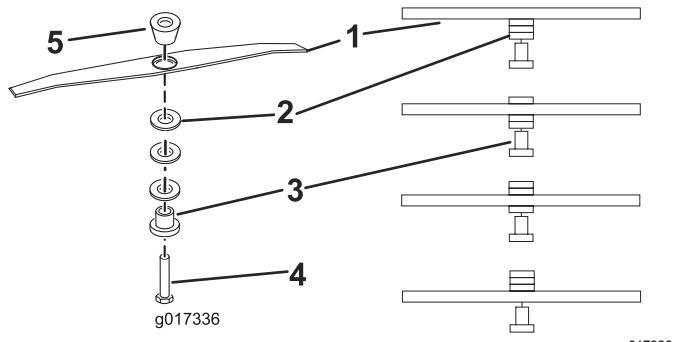

Figura 12
- Coloque los espaciadores a la altura deseada, vuelva a instalar el retén de la cuchilla y los espaciadores (Figura 12), y apriete el perno a 25 N·m (18 pies-libra).